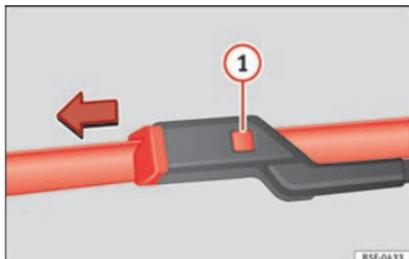

Fig. 80 Sostituzione delle spazzole dei tergicristalli.
- Mantenere premuto il tasto di sblocco » **fig. 80** **1** tirando leggermente la spazzola nel senso della freccia.